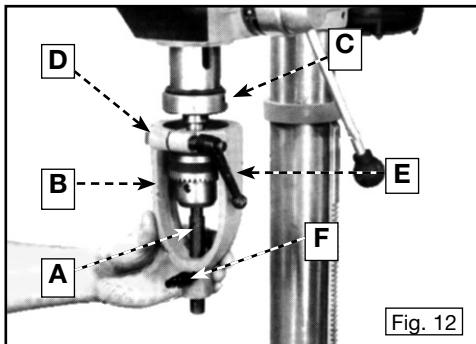

Fig. 12
- Coloque y ajuste el extremo de menor diámetro de la clavija de alineación (A) Fig. 12 en el eje.
- Deslice el soporte para cincel (B) Fig. 12 sobre la clavija de alineación y sobre la arandela tope (C) de la prensa para taladro.
- NOTA: Gire la ranura (D) del soporte para cincel (B) hacia la parte delantera de la prensa para taladro.
- Ajuste el tornillo de ajuste manual (F) Fig. 12 en la clavija de alineación, y luego ajuste la palanca de bloqueo (E).
- Afloje el tornillo de ajuste manual (E) y retire la clavija de alineación (A) del eje.